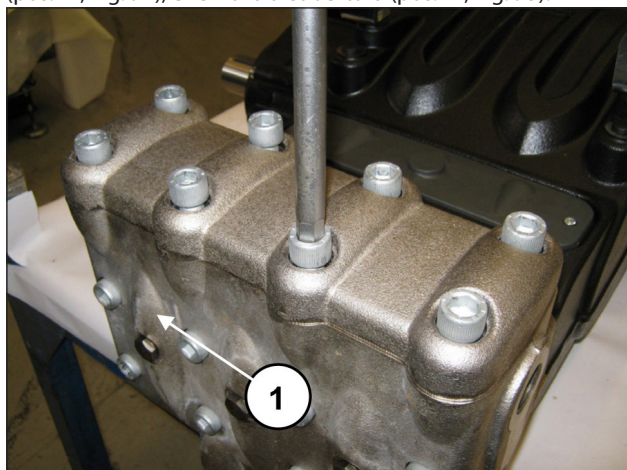
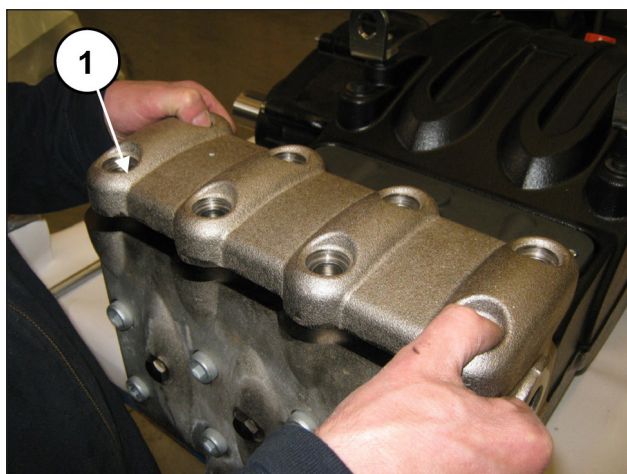

Fig. 94
Fig. 95
Solte os oito parafusos M16x55 da cobertura da válvula (pos. ①, Fig. 94), e remova a cobertura (pos. ①, Fig. 95).